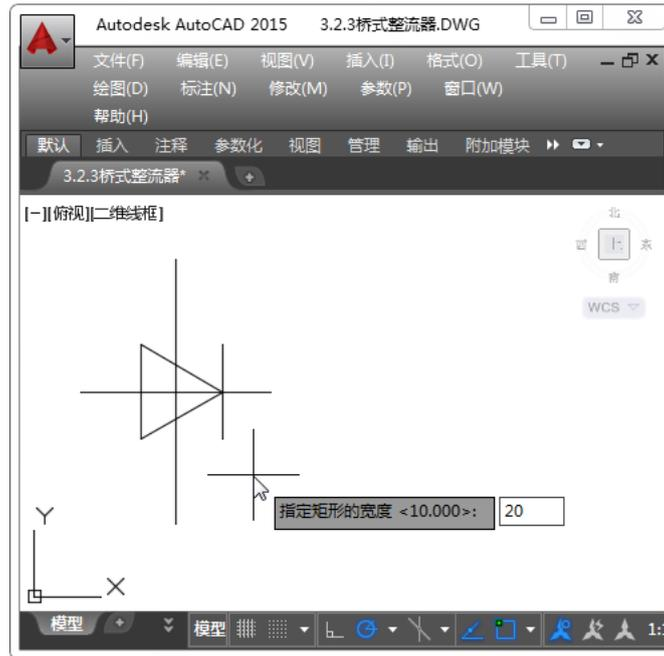

图 3-39 指定矩形长宽值
Step10: 根据命令行的提示, 输入“d”, 指定矩形的长宽均为 20, 如图 3-39 所示。